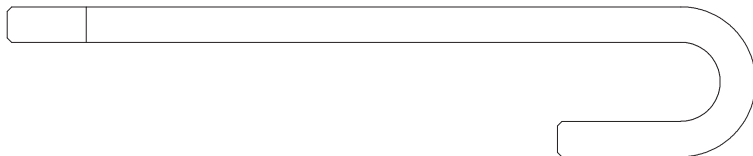

Рис. 19 Механическая кочерга
- Так же в комплекте горелки используется съемный, механизм автоматической механической чистки горелки – механическая кочерга (**Рис. 19**). Механическая кочерга предназначена для работы комплекта горелки с интервалом технического обслуживания от 24 до 72 часов.